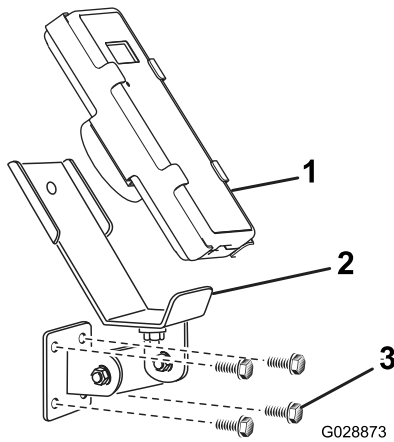
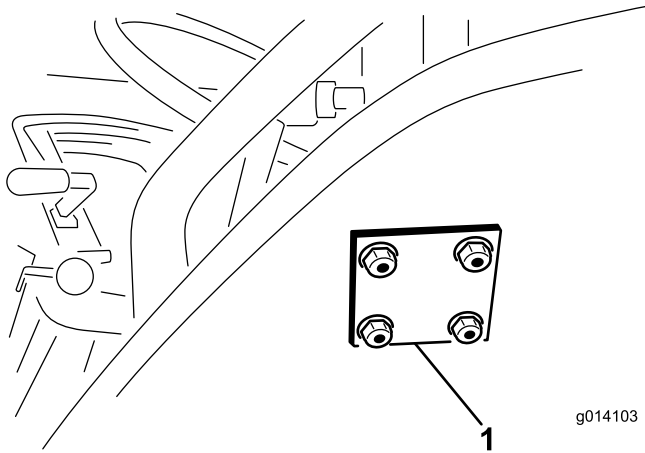

図 14
図 15
3. ブラケットとバックングプレートを取り付けるフランジヘッドボルト 5/16 x 1½" 4本とフランジロックナットを使用する図 14 と 図 15。